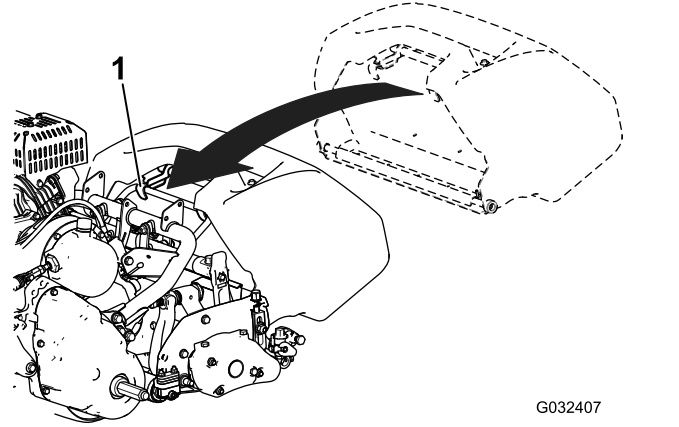

图11
1. 抓住集草斗的手柄 图11)。
2. 将集草斗凸缘放入滚刀组侧板之间前滚筒之上 图11)。
3. 将集草斗钩安装到环形机架上 (图11)。